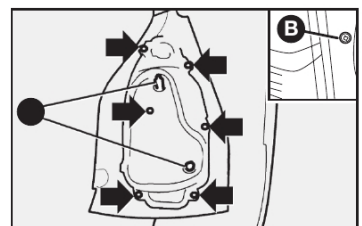

fig. 26
- 1) por dentro do porta-malas, soltar as porcas **A-fig. 26**;
- 4) retirar o conjunto de lâmpada removendo os parafusos indicados pelas setas **fig. 26**;